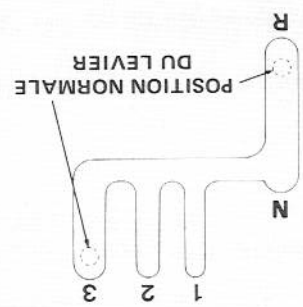
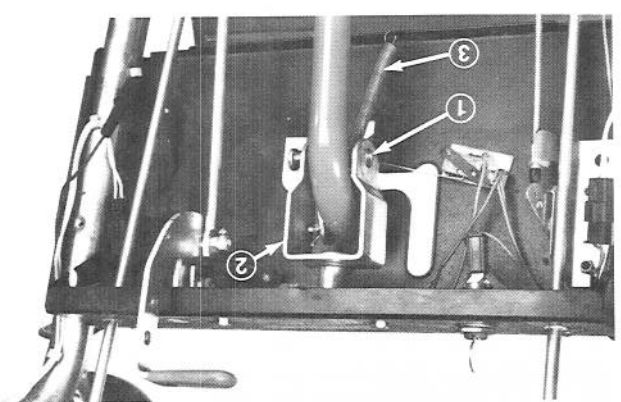

Figure 16
Figure 17
1. Mettez le moteur en marche, passez en marche arrière et relâchez le levier. Le levier devrait revenir au point mort (N). S'il ne revient pas, arrêtez le moteur, enlevez la goupille fine, la rondelle plate et la cheville d'arrière qui retiennent le levier de vitesse, écarter le levier du support-pivot en U et tournez le support en U dans le sens contraire des aiguilles d'une montre — à gauche — d'un demi-tour dans la direction opposée au dessus du tableau (Fig. 17). Essayez de nouveau de passer en marche arrière. Baissez le support jusqu'à ce que le levier de vitesse revienne au point mort (N) (Fig. 19).
1. Mettez le levier de vitesse en "troisième" et vérifiez la position du levier (Fig. 16). Le levier devrait être en position normale (Fig. 16). Placez le levier en position de "marche arrière" et relâchez le levier. Le levier devrait revenir librement au point mort (position N). S'il ne revient pas à cette position, passez à l'étape 2 et réglez le support-pivot en U qui retient le levier de vitesse (Fig. 17).
Remarque: Tournez le support-pivot en U dans le sens des aiguilles de la montre — à droite — pour abaisser le levier de commande des roues et en sens inverse — à gauche — pour relever le levier (Fig. 17).